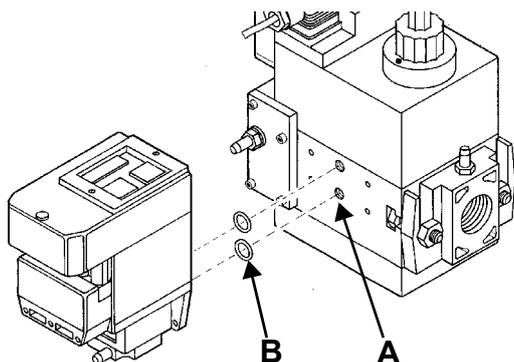
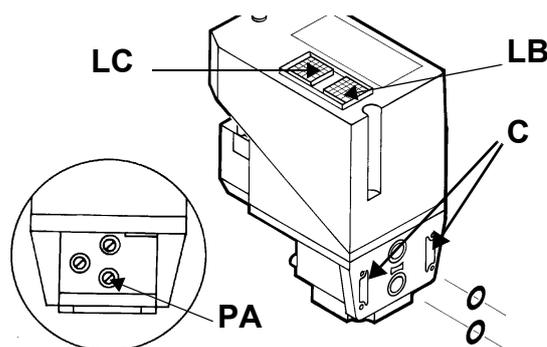

Рис. 22
Рис. 23
- 2). снять крепежные винты группы Multibloc (Рис. 22-А)
- 3). вставить уплотнительные кольца (10,5x2,25) в VPS 504 (Рис. 23-В, Рис. 22-В)
- 4). закрутить 4 винта блока контроля герметичности (M4x16) Рис. 22-С.
Для проверки работы, подсоединить манометр к штуцеру для отбора давления **PA** (Рис. 23). Если проверка завершилась положительно, через несколько секунд загорится жёлтая лампочка **LC**. В противном случае загорится красная лампочка блокировки **LB**. Чтобы перезапустить горелку, необходимо разблокировать блок управления нажатием на светящуюся кнопку **LB**.